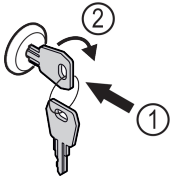

Fig. 87
- ▶ Trykk inn nøkkelen Fig. 87 (1).
- ▶ Vri nøkkelen 90° med klokka Fig. 87 (2).